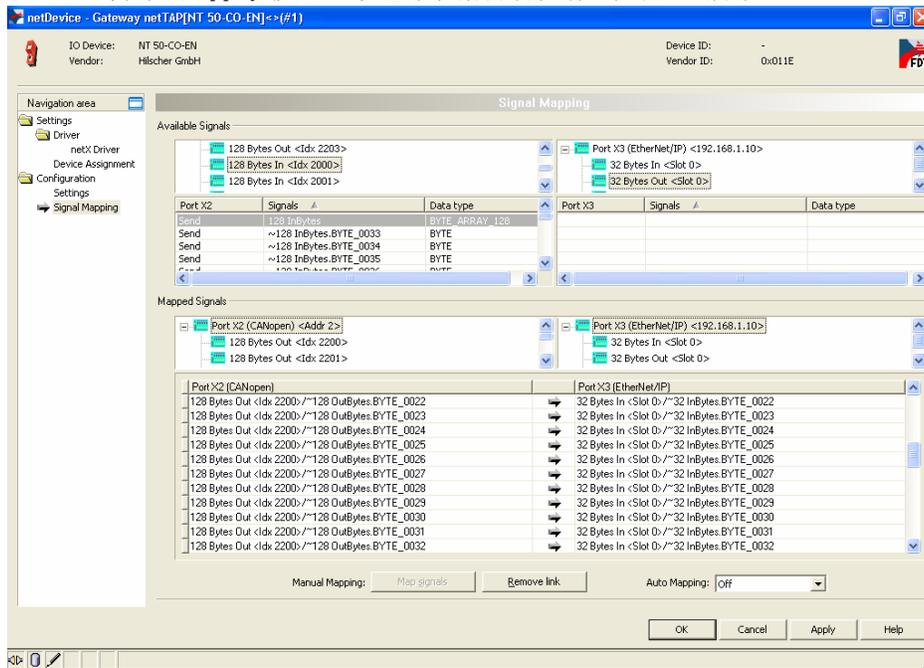

图 27
11) 可以通过 Ctrl 键或 Shift 键选中多个 Receive 数据。还可以在 Auto Mapping 中, 通过选择“From Port3 to Port2”, 并进行数据自动映射, 如图 27 所示。